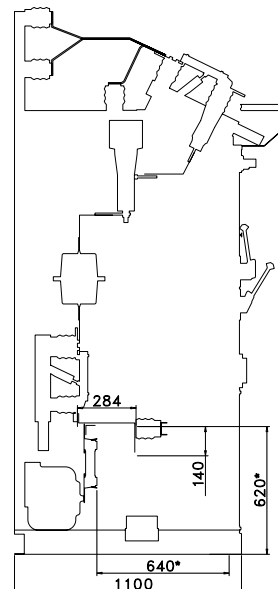

Рис. 13. Камера КСО с ЗНОЛ.06
12.2. Кроме основного оборудования (высоковольтный выключатель, разъединители, трансформаторы тока) в камерах с выключателями могут устанавливаться дополнительные элементы — например, трансформаторы напряжения (рис.13), ограничители перенапряжения.